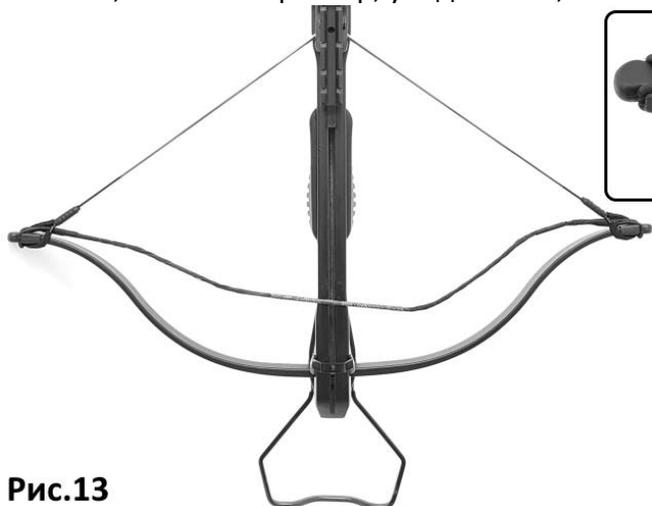

Рис.13
3. На взведенный арбалет установите тетиву, так чтобы петля тетивы проходила под петлей стрингера (Рис.13).